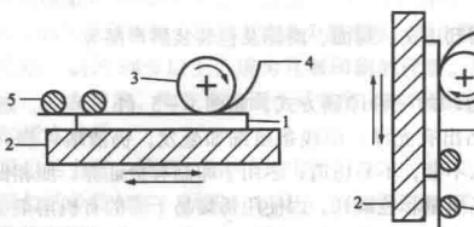

图 1-3 圆压平式印刷机结构示意图
b. 圆压平式印刷机。圆压平式印刷机是印版版台呈平面形，压印机构为滚筒，又称压印滚筒。印版随版台，在压印滚筒下部，左右或上下往复移动，压印滚筒带着承印物，边旋转边加压，进行印刷，如图 1-3 所示。压印滚筒对纸张施加的压力，比平压平式印刷机小，但比轮转印刷机大，印刷质量较好。